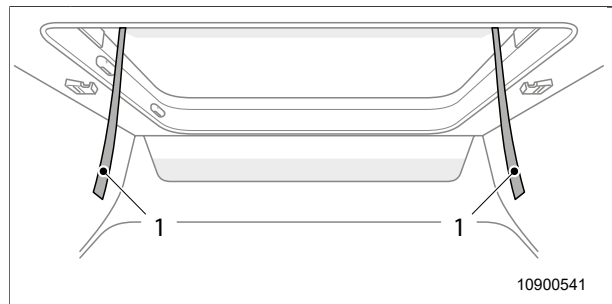

Fig. 43 Cerrar el techo abatible
7. Bajar el techo abatible lentamente tirando uniformemente por ambas correas (Fig. 43, pos. 1).